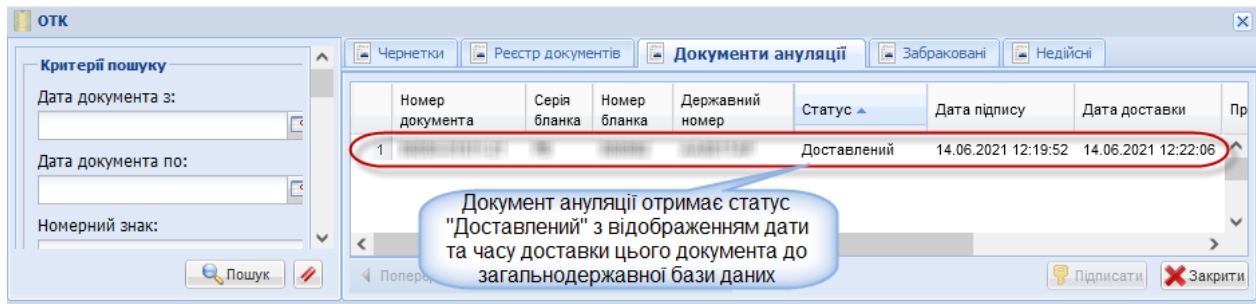

Рисунок 3.100
2. Підтвердження виконання ануляції документа ОТК у загальнодержавній базі даних про результати проведення обов'язкового технічного контролю ТЗ відбудеться після того, як статус документа про ануляцію (вкладка **Документи ануляції**) зміниться на «Доставлений» із зазначенням дати та часу доставки (рис. 3.100). Відповідність документа ОТК (вкладка **Реєстр документів**) отримає стан «Анульований».